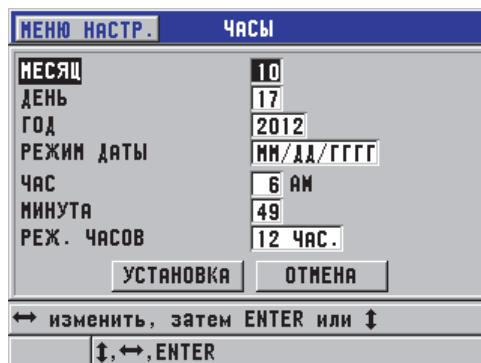

Рис. 4-3 Экран ЧАСЫ
3. В окне ЧАСЫ (см. Рис. 4-3 на стр. 55) установите текущее время и дату.